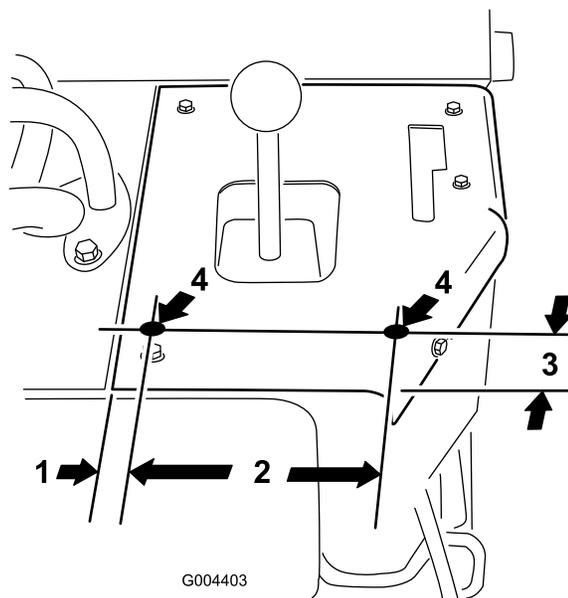

Figura 8
2. Individuate e praticate 2 fori (con un diametro di 3/8 di pollice) sulla plancia sotto la leva dei bracci, come nell' Figura 8.